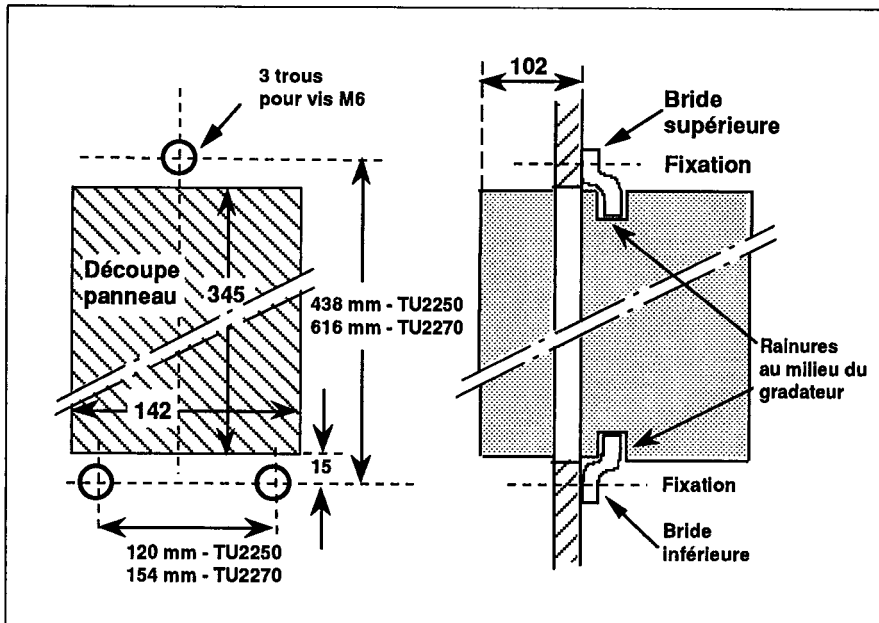

Figure 2-2 Cotes de perçage, découpe et fixation du gradateur non ventilé
- a. Fixer la bride inférieure sur le panneau par **deux vis M6** en respectant les cotes de perçage données (figure 2-2).